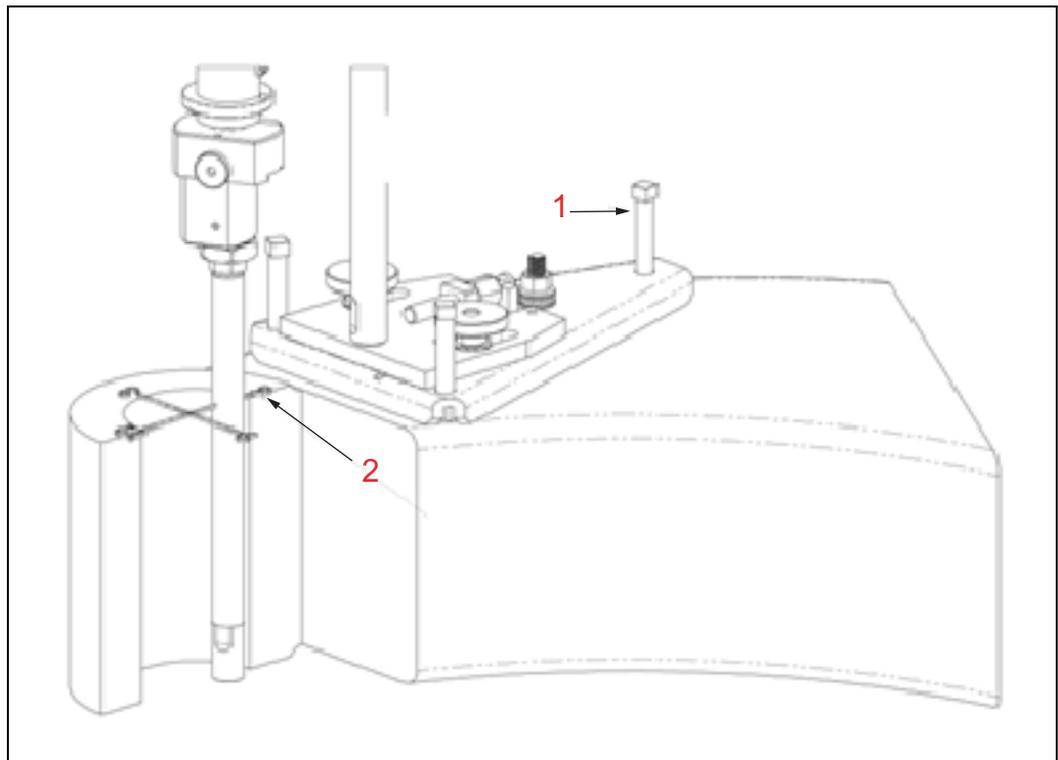

РИСУНОК 3-6. ВЫРАВНИВАНИЕ ПО ПОЛОЖЕНИЮ 6 ЧАСОВ
5. Переместите станок вперед или назад, чтобы присоединенное удлинение приблизилось к поверхности отверстия в положении 6 или 12 часов (см. Рис. 3-6 на стр. 44.). Отрегулируйте задний винтовой расширитель как необходимо, чтобы расположить удлинитель параллельно отверстию.